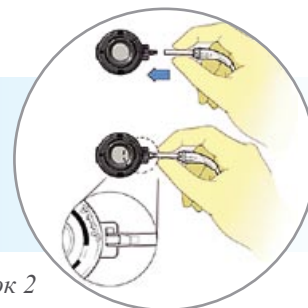

Рисунок 2
- Подсоедините переходник с фиксатором к обрезанной части катетера. Проталкивайте катетер в соединительный канал, выходящий из порта до тех пор, пока катетер не упрется во внутреннюю грань соединительной части корпуса порта (Рисунок 2).